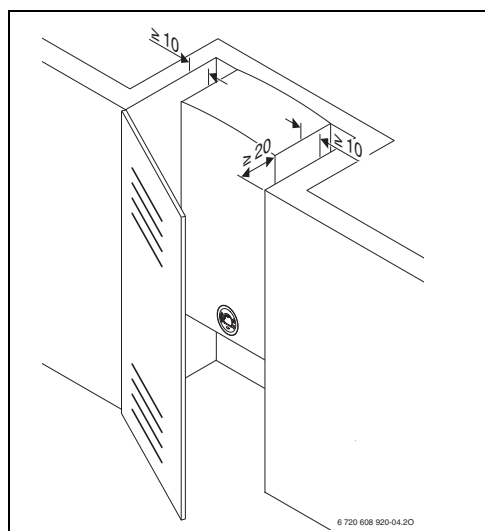

Fig. 17 Distancias mínimas (mm)
- ▶ Respetar las medidas mínimas de instalación indicadas en la Fig.17.
- ▶ Asegurar un buen acceso para los trabajos de mantenimiento, respetando las distancias mínimas indicadas en la Fig. 17 .